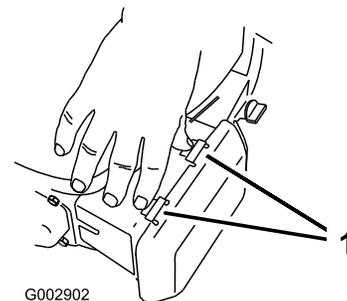

Figura 20
1. Presione hacia abajo los cierres de la parte superior de la tapa del limpiador de aire (Figura 20).